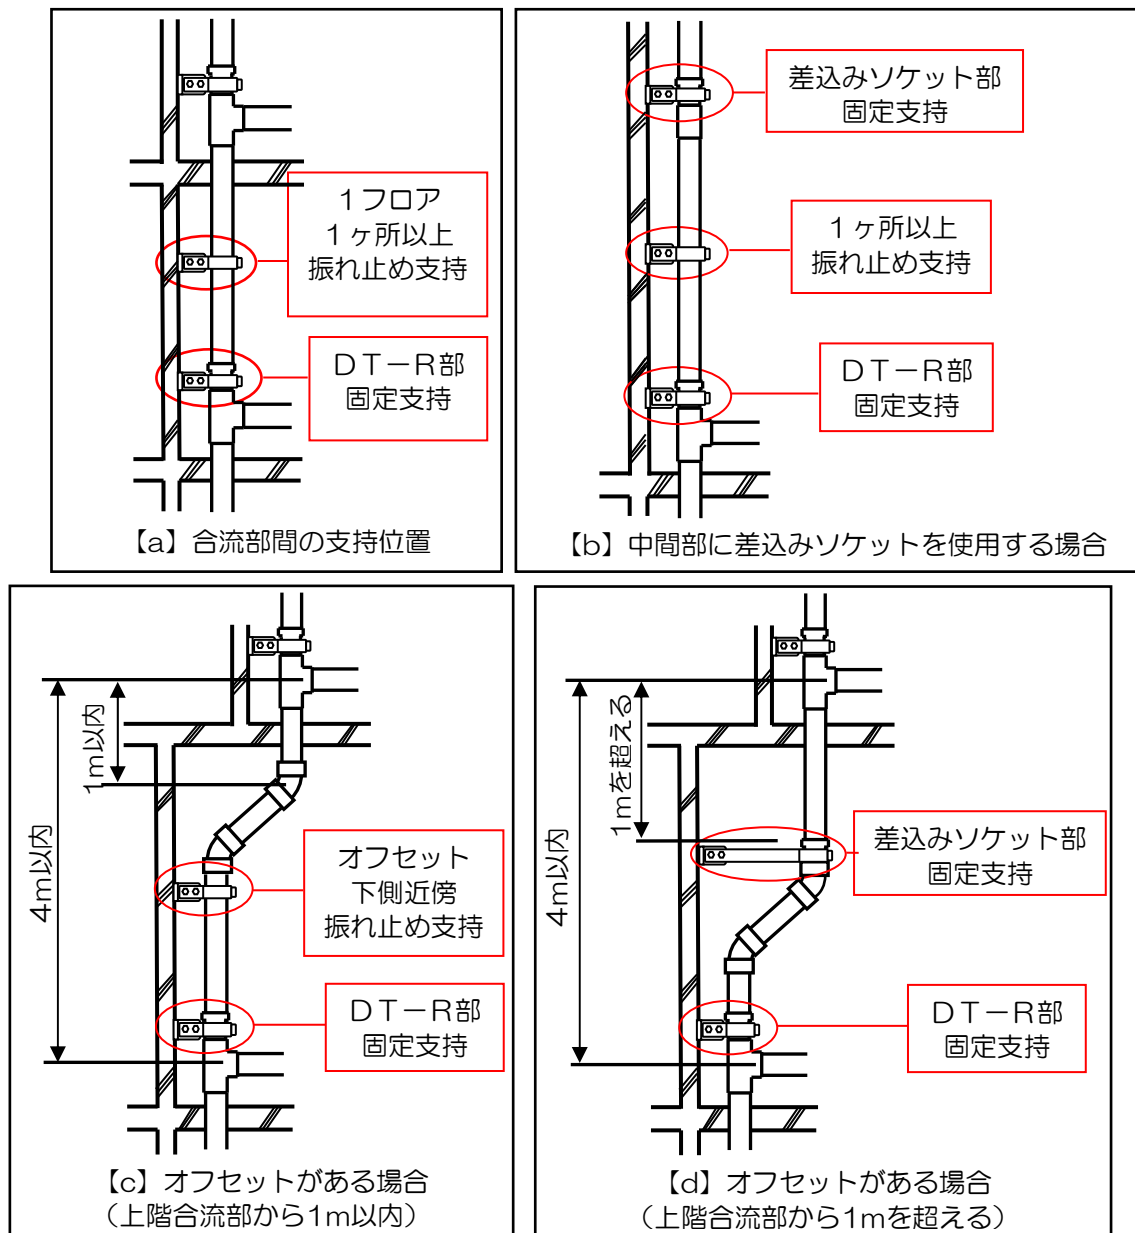

図6.2 立管の支持方法
②支持方法
- DT-R部の固定支持および1フロアに1ヶ所以上の振れ止め支持を行ってください（図6.2(a)）。